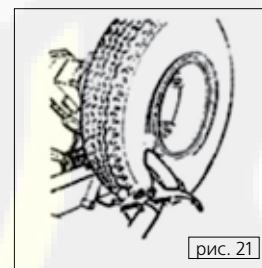

рис. 21
- (1) Зафиксируйте колесо на зажимном устройстве, как описано выше. Убедитесь в том, что оно спущено.
(2) Установите инструментальную консоль в рабочее положение.
(3) Установите диск для отрыва борта рядом с краем диска колеса (рис. 21).
(4) Вращайте колесо, одновременно переместите диск для отрыва борта несколько вперед по контуру диска колеса, чтобы полностью снять один из бортов шины.